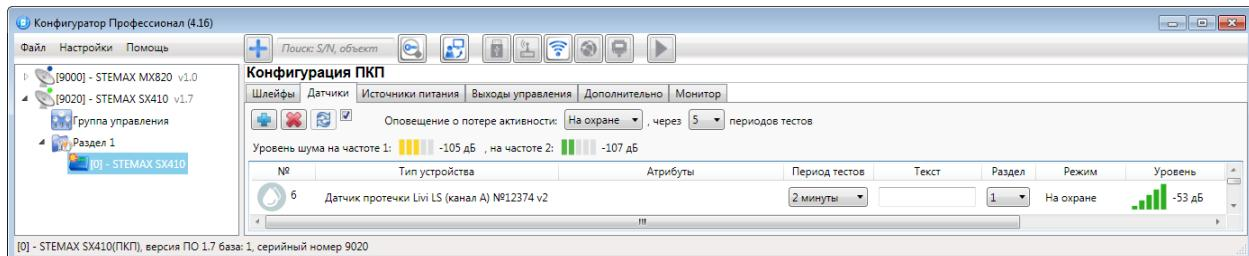

Рис. 9.3. Вкладка датчики (основные параметры работы радиоустройств)
В верхней части вкладки *Датчики* (Рис. 9.3) задаются основные параметры работы радиоустройств Livi.
1. На вкладке *Датчики* нажмите кнопку (см. Рис. 9.3).